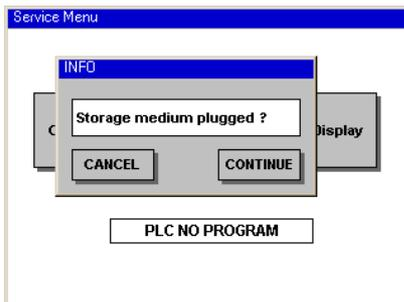

Abb. 36: Service-Menü (Dialog „Info“)
1. **Speichermedium vorhanden:** Im Dialog "INFO" wird das Speichern vorbereitet, dazu wird die Meldung (Abb. 36) "Storage medium plugged?" ausgegeben. Stecken Sie einen USB-Stick ein oder sorgen Sie dafür das eine SD-Karte vorhanden ist.